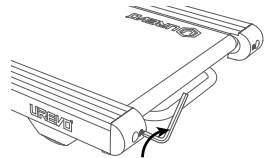

Abbildung 1
- Wenn das Laufband nach links verrutscht ist, drehen Sie die linke Schraube der Tragrolle mit dem Sechskantschlüssel um $1/4$ Umdrehungen im Uhrzeigersinn (siehe Abbildung 1).